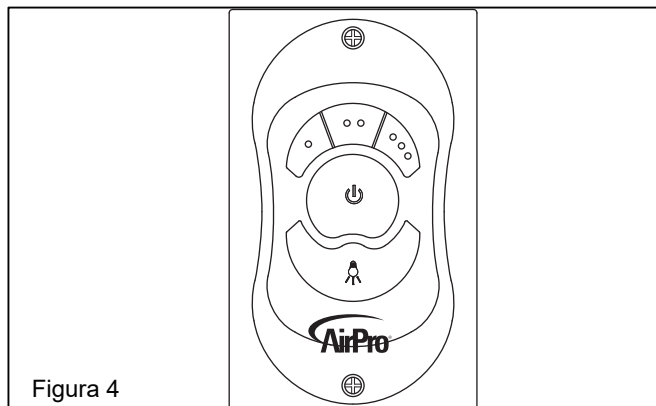

Figura 4
3. COMO PONER EL TRANSMISOR EN FUNCIONAMIENTO: (Figura 4)